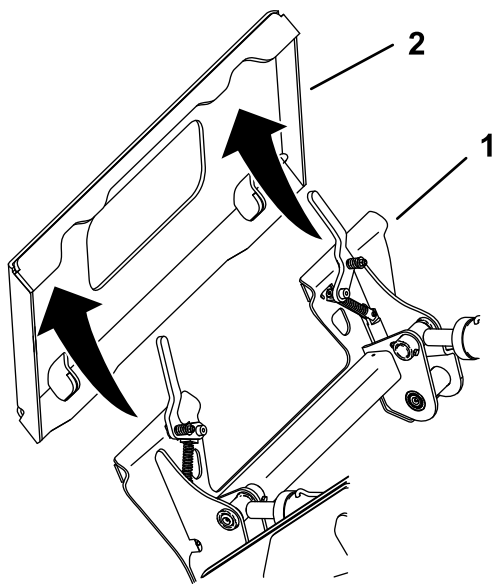

Figure 28
5. Placez la plaque de montage dans le bord supérieur de la plaque réceptrice de l'accessoire (Figure 28).